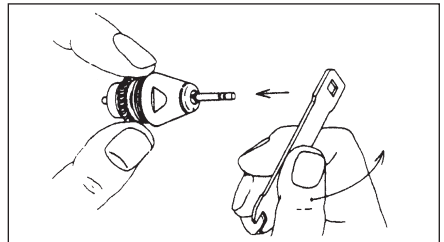

Abb.11
- 2) Den Rotor nach unten halten, den mitgelieferten Schraubenschlüssel auf den Verschluss am Ende des Rotorschafte setzen und in Pfeilrichtung drehen, wie in Abb. 11 gezeigt.